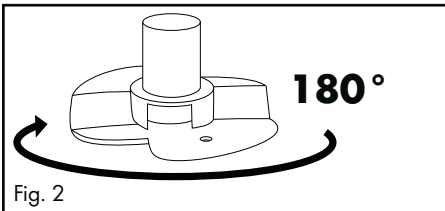
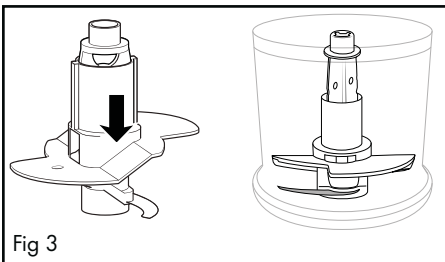

Fig. 2
Fig. 3
- Pour 200 ml de crème, tournez l'accessoire batteur **10** horizontalement à 180° (fig. 2) de sorte qu'il n'appuie plus que sur une lame-hélice **7** et s'enclenche (fig. 3). Dans ce cas, il fouette la crème plus en hauteur :